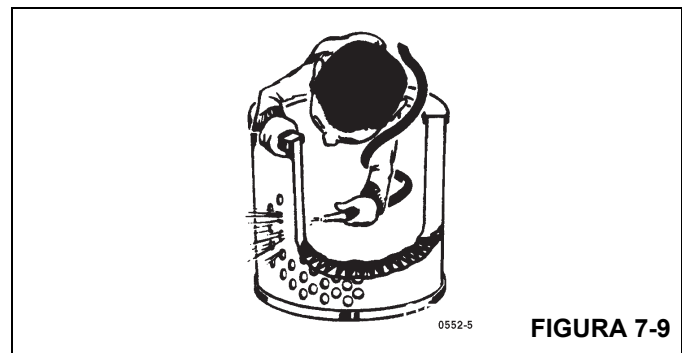

FIGURA 7-9
1. Direcione um jato de ar limpo e seco a partir do interior do elemento do filtro, perpendicular às dobras (Figura 7-9).